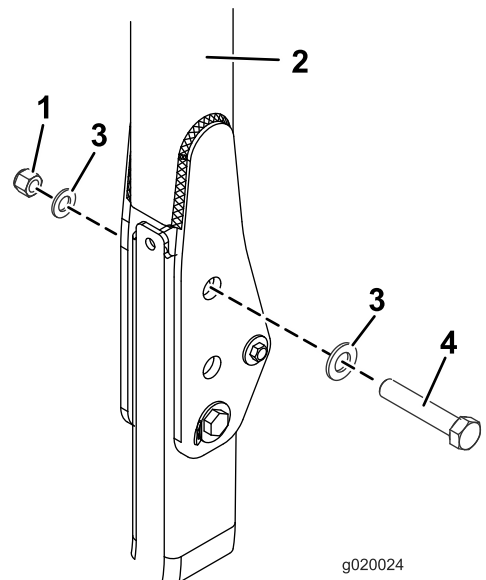

Figura 30
3. Inserite una rondella (13/16" x 1 1/2") su ciascun bullone (3/4" x 4"), come illustrato nella Figura 30.
4. Nei fori da cui sono state estratte le spine, installate bulloni e rondelle (Figura 30).
5. Montate un'altra rondella su ciascun bullone e fissate con un dado (3/4"), come illustrato nella (Figura 30). Serrate i dadi a 323–396 N·m.
6. Serrate il bullone orientabile del ROPS (Figura 30) a 91–113 N·m per evitare il rimbalzamento del roll bar e del parasole.